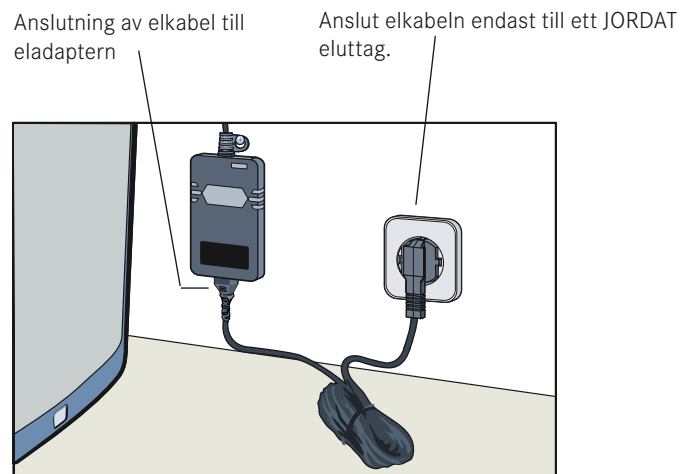

Fig. 20 Anslutning av strömadaptern till vägguttaget
För att slutföra installationen av din CLEONE® vattenrenare behöver du ansluta den till en elkälla. Strömförsörjningen ombesörjs av det speciellt för ändamålet framtagna strömaggregatet KW-SWPS-3324. Vänligen referera till fig. 20 och utför följande arbetsmoment:
1. Anslut elkabeln mellan strömaggregatet och vägguttaget. Observera att elkabeln får endast anslutas till ett jordat vägguttag (se fig. 20)